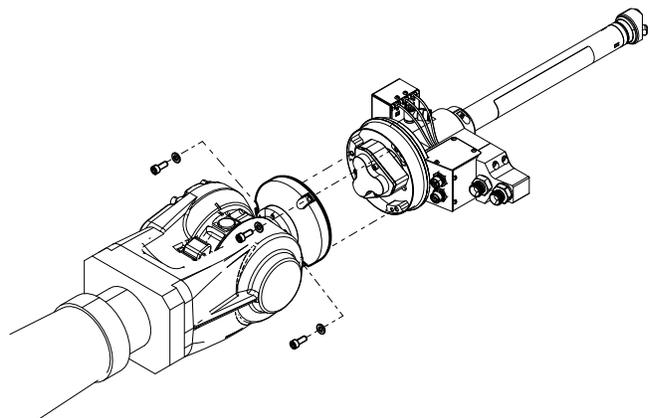

FIG. 8
5. Entfernen Sie die Schrauben, mit denen das Schwengehäuse (619) am Verdrehsicherungsbügel befestigt ist.
6. Lösen Sie die drei Schrauben, mit denen die Switch 3D-Pistole am Roboter-Montageflansch befestigt ist. Siehe FIG. 8.